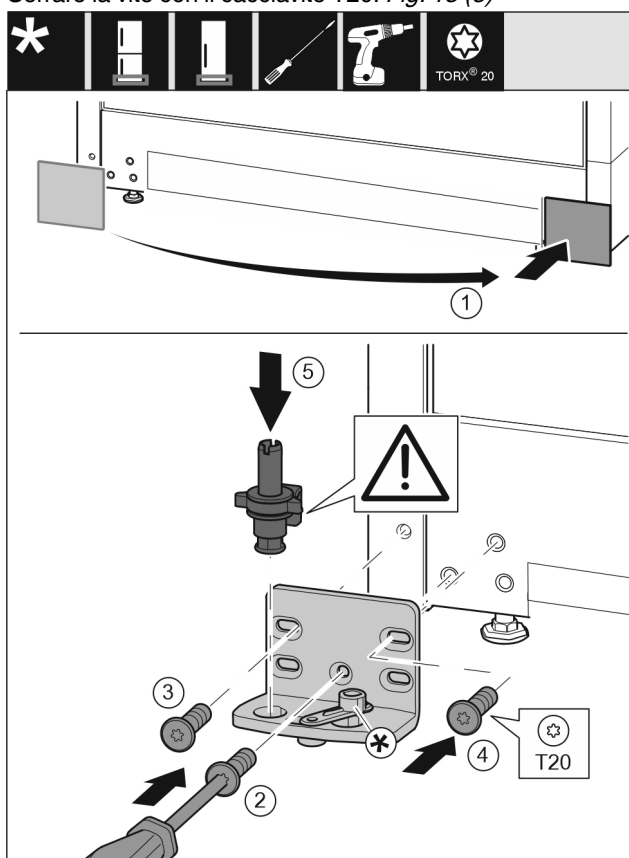

Fig. 14
- ▶ Rimuovere la copertura e applicarla sull'altro lato. Fig. 14 (1)
- ▶ Applicare il blocco di supporto sull'altro lato e avvitare con un cacciavite T20. Iniziare dalla vite 2 in basso al centro. Fig. 14 (2)
- ▶ Serrare la vite 3 e 4. Fig. 14 (3,4)
- ▶ Inserire completamente il perno di supporto. Fare attenzione che la camma di arresto sia rivolta verso il lato posteriore. Fig. 14 (5)